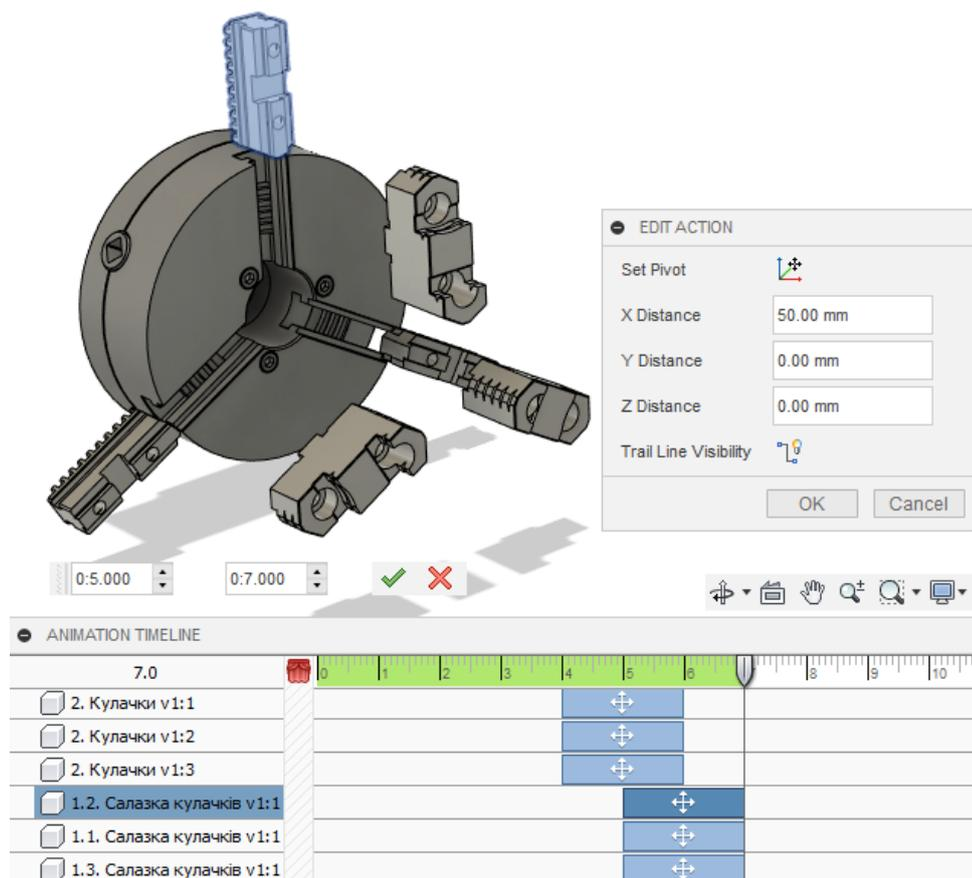

Рис.15.6. Переміщення салазок кулачків
5. Оберіть одну з 3-х салазок кулачків і за допомогою інструмента «Transform Components»  лінійне переміщення в радіальному напрямку від патрону на 50 мм (рис. 15.6). Налаштуйте час початку дії 5 с. і кінець 7 с.